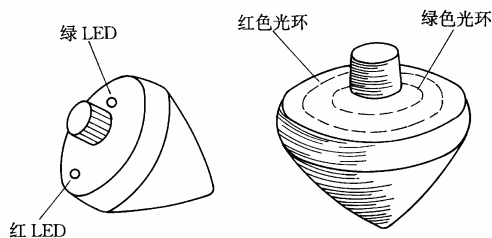

图 2-1
(1) 闪光陀螺是一种十分有趣的电子玩具(见图 2-1)，它在静止的时候不发光，更看不
到光环（见图 2-1 之左图）。但是，当你把闪光陀螺旋转起来以后，它便会交替出现红、绿两种颜色的两个光环，内外轮流闪光（见图 2-1 之右图），令人赏心悦目。